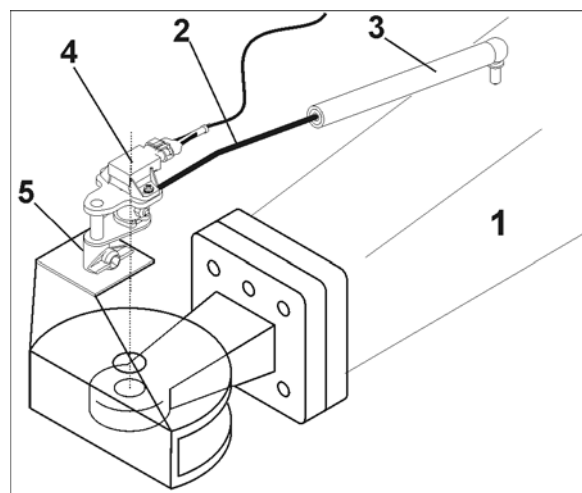

Fig. 42
- **Timão para barra de engate (Fig. 42)**